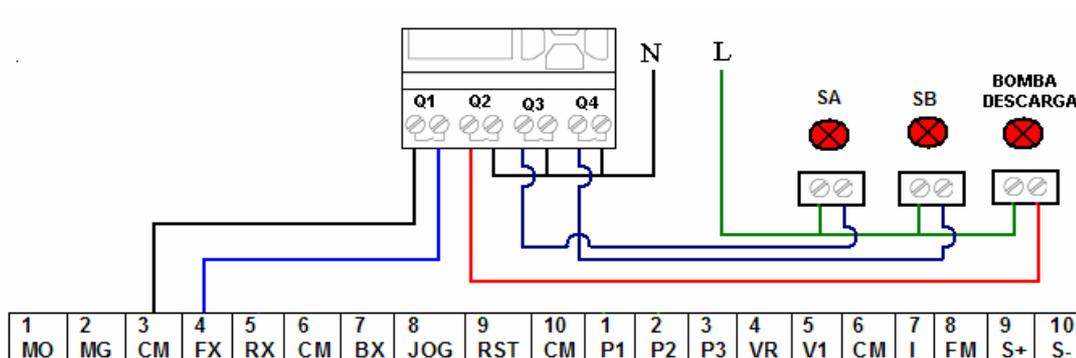

Figura. 6.46. Conexión de salidas del PLC a entradas del VFD y del Simulador
2. Conectar las salidas del PLC a los terminales de entrada del VFD como se indica en la Figura 6.46: